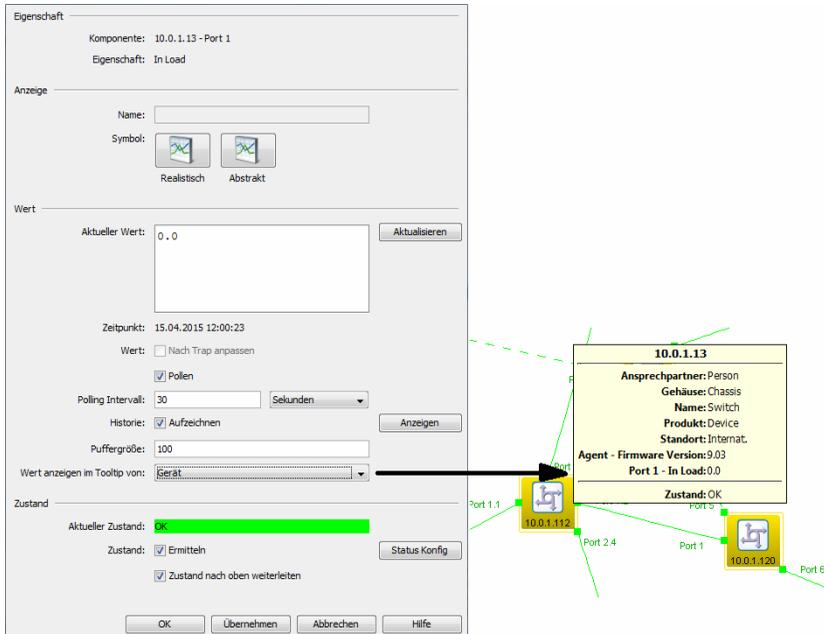

Abb. 63: *Detail-Eigenschaften*
- ▶ Wenn Sie diesen Wert auch in der Sprechblasenhilfe einer übergeordneten Komponente anzeigen möchten, wählen Sie die Komponente „Wert anzeigen im Tooltip von“ in der Dropdown-Liste (siehe Abbildung 63).